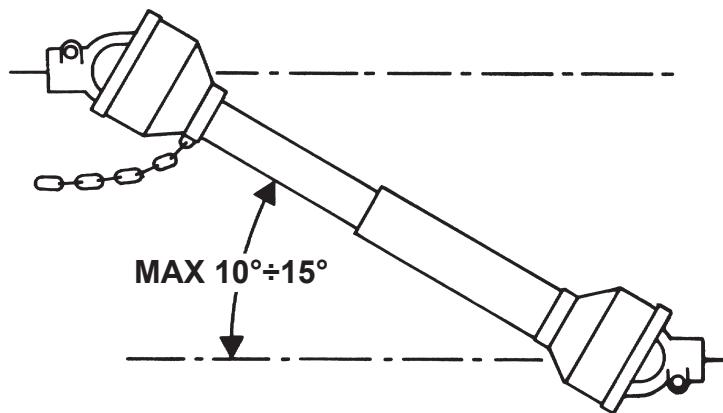

Fig. 6
- 41) Disinserire, sempre, la presa di forza quando l'albero cardanico fa un angolo troppo aperto (mai oltre i 10 gradi - Fig. 6) e quando non viene usata.
- 41) Always disengage the pto when the cardan shaft is set at an excessively open angle (never beyond 10 degrees - Fig. 6) and when it is not in use.